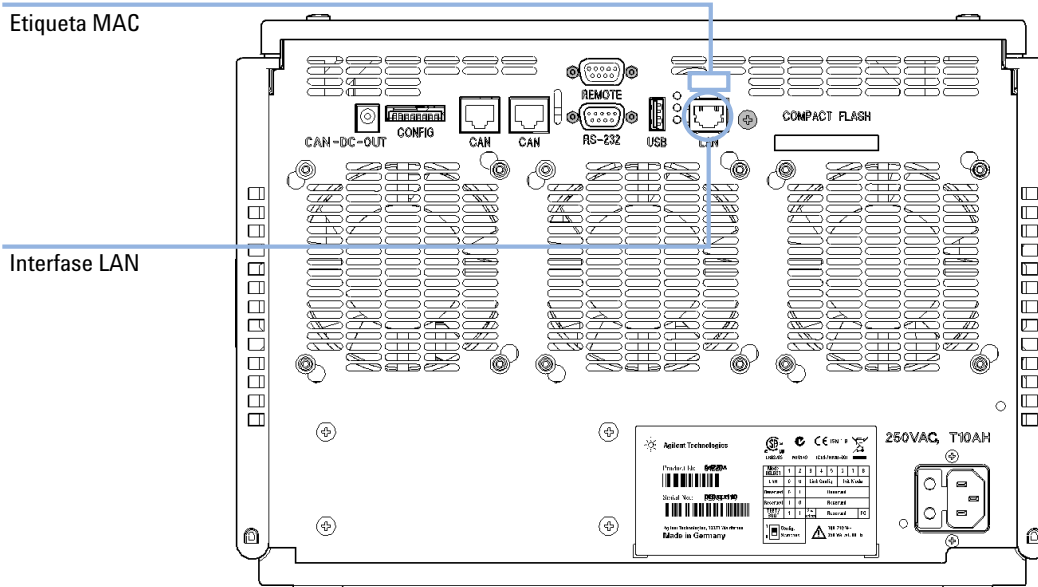

Figura 35 Localización de las interfaces LAN y de la etiqueta MAC
- 1 Anote la dirección MAC (control de acceso a medios) para su utilización posterior. La dirección MAC o dirección de hardware de las interfaces LAN es un identificador exclusivo a nivel mundial. Ningún otro dispositivo de red tendrá la misma dirección de hardware. La dirección MAC se encuentra en una etiqueta de la parte posterior del módulo (consulte Figura 35 en la página 243).
- 2 Conecte la interfase LAN del instrumento (consulte Figura 35 en la página 243) a